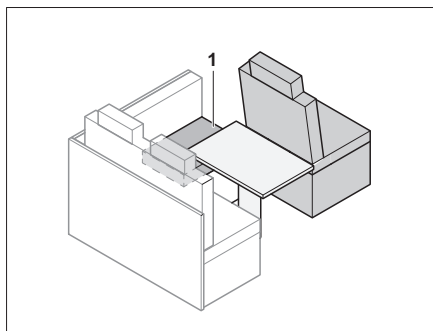

Fig. 140 Antes de la transformación
- Poner el cojín del asiento (Fig. 140,1) al lado.